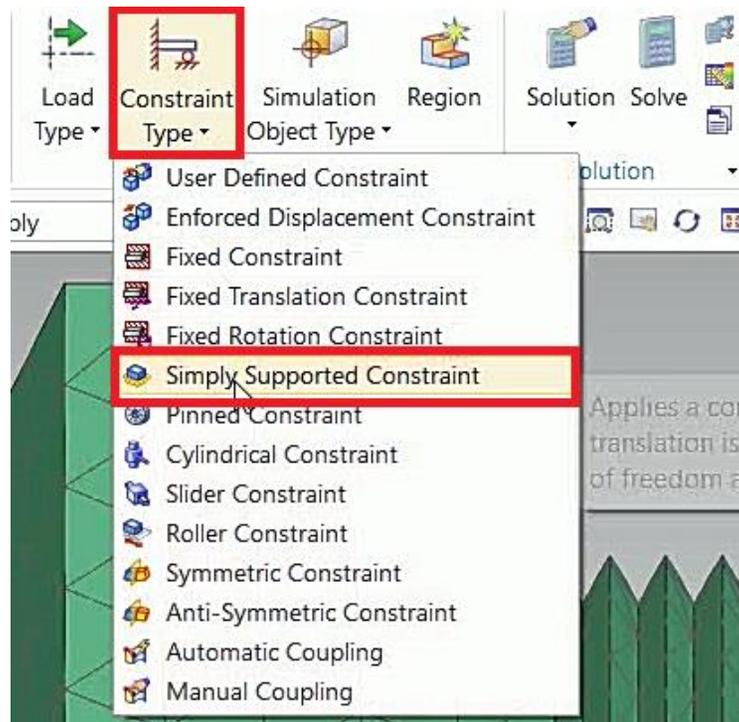

Figura 5.33 Menú Constraint Type.
- Posteriormente, repetimos el paso anterior, pero esta vez seleccionando **Simply Supported Constraint** (Figura 5.33).